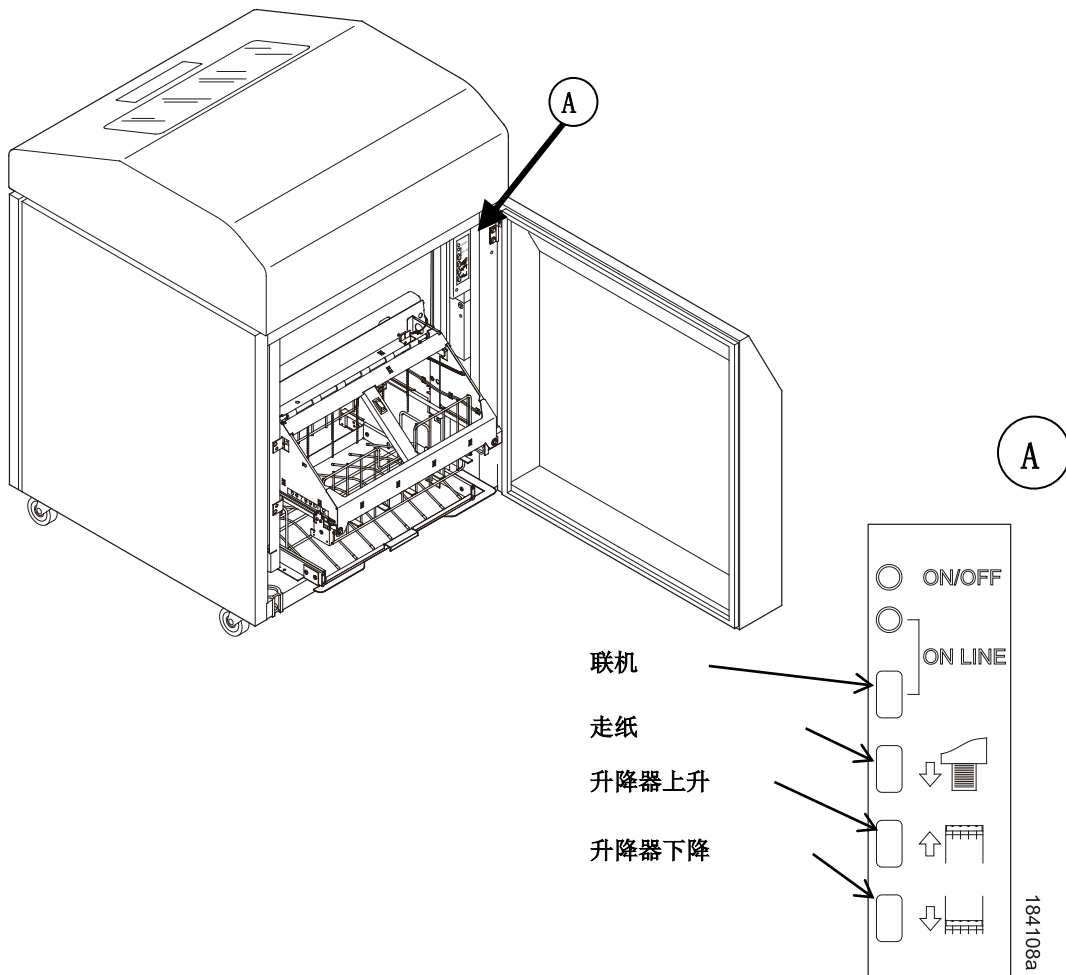

图28. 后端控制面板
2. 如必要, 按下前面板或后控制面板上的**ONLINE (联机)** 键, 使打印机处于脱机状态。(见图28. 后端控制面板.)
3. 按下“**ELEVATOR UP (升降器上升)**”键, 等待升降器装置升至行程顶部。(见图28. 后端控制面板.)